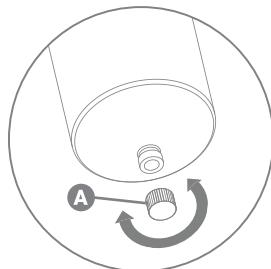

Рис. 4
2. Открутите гайку сливной горловины (А) (рис. 4) и слейте из фильтра остатки воды.
8. Установите на место гайку сливной горловины (А) (рис. 4) и плотно закрутите ее.